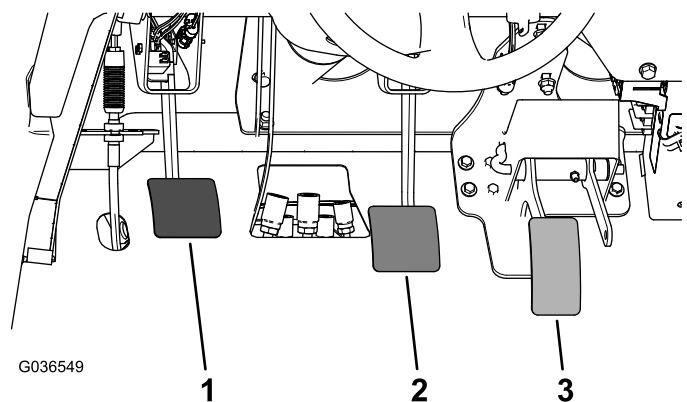

Figure 59
2. Soulevez la pédale de frein (**Figure 59**) jusqu'à ce qu'elle touche le cadre.
3. Desserrez les écrous de blocage qui fixent la chape à l'arbre du maître-cylindre (**Figure 59**).